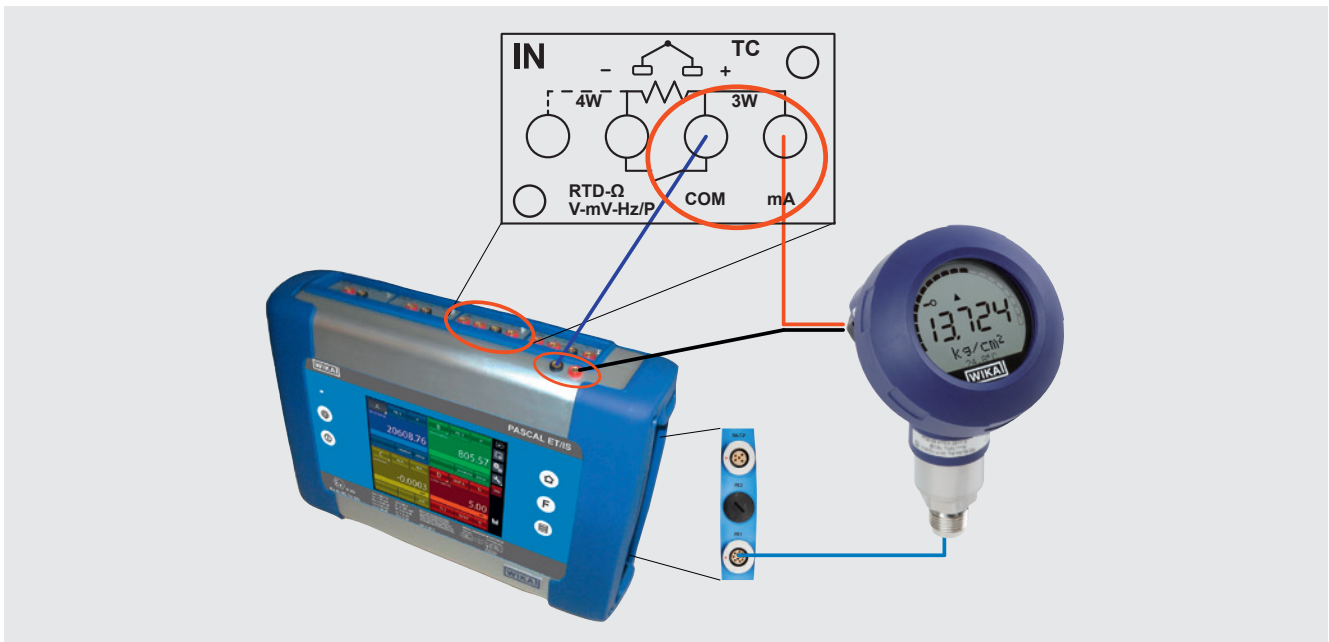

Abb. 87 - Kalibrierbeispiel Druckmessumformer
- Anschlüsse, wie in Abb. 87 „Kalibrierbeispiel Druckmessumformer“ angegeben, herstellen